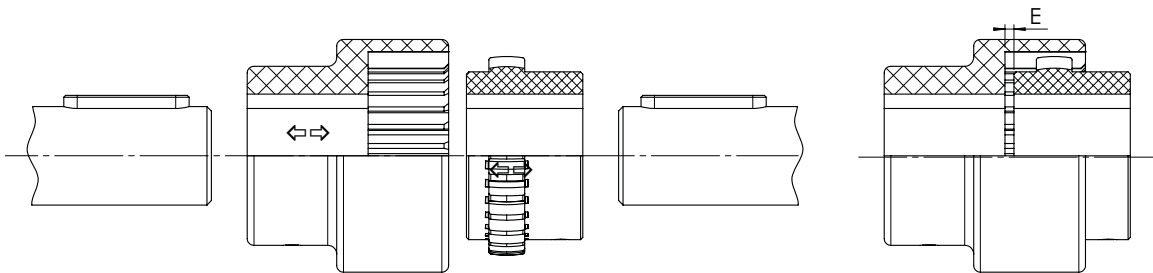

Figura 4-4 – Giunto Sitex® Nylex esecuzione CV montaggio
- Avvicinare motore e utilizzatore fino all'ottenimento della quota E (vedi FIGURA 4-4 – Sitex® Nylex esecuzione CV: montaggio e TABELLA 4.2)